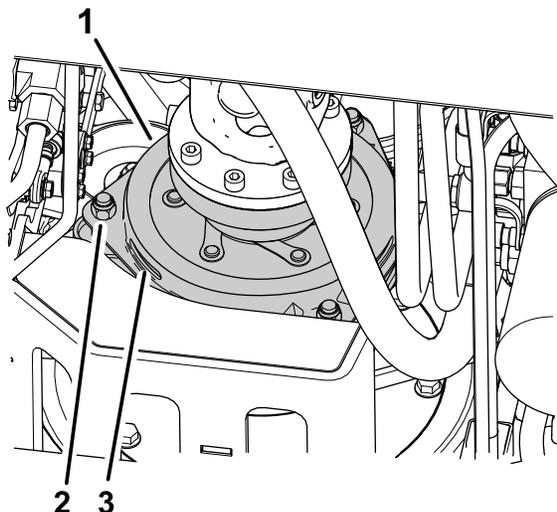

Figura 75
3. Regolate il traferro in modo da inserire, forzandolo leggermente, uno spessimetro di 0,3 mm tra il rivestimento interno della frizione e la piastra della frizione (Figura 75).
Nota: Per ridurre il traferro girate i dadi di regolazione in senso orario (Figura 75). Il massimo traferro di servizio è di 0,6 mm. Portate tutti e 3 i traferri a 0,4 mm.